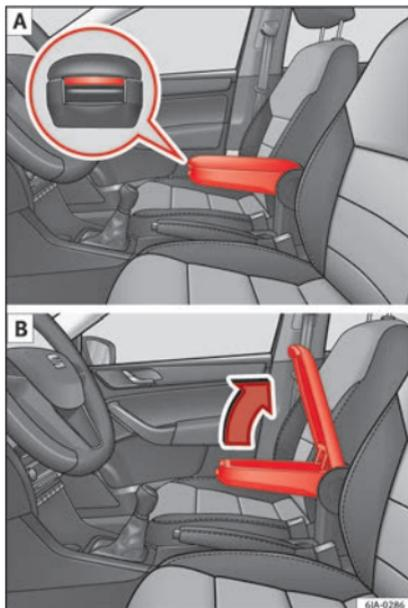

Fig. 146 Braccioli/apertura e chiusura del vano portaoggetti.
- Premere il pulsante situato nella parte anteriore del bracciolo » **fig. 146 - A**.
- Alzare il coperchio del vano portaoggetti » **fig. 146 - B**.